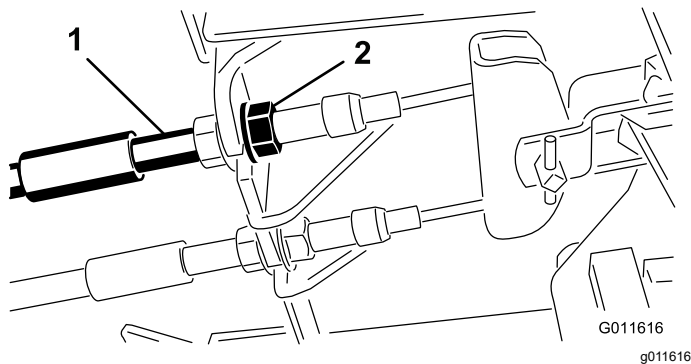

Figura 84
1. Para reducir la holgura de los pedales de freno, apriete los frenos aflojando la tuerca delantera del extremo roscado del cable de freno (Figura 84).